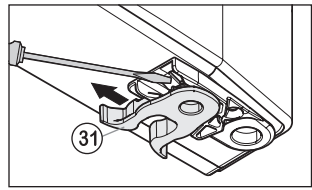

Fig.5
- переставить пружинный зажим Fig. 5 (31): Нажать вниз язычок защелки, снять с него пружинный зажим.